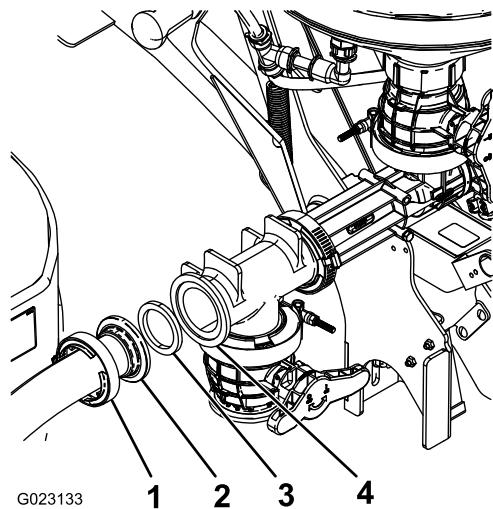

Figura 16
2. Conecte el otro extremo de la manguera al orificio del eyector que está orientado hacia adelante, con una junta y una abrazadera de manguera (Figura 16).